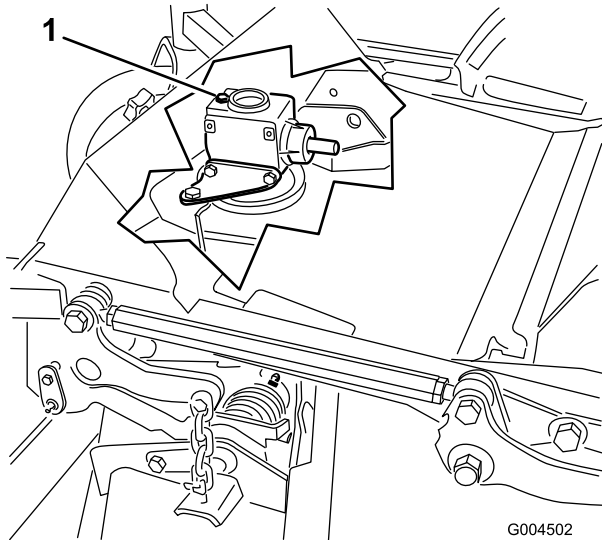

Figure 42
6. Retirez la jauge/le bouchon de remplissage du haut du réducteur (Figure 42) et vérifiez que le niveau de lubrifiant se situe entre les repères de la jauge.
6. Retirez la jauge/le bouchon de remplissage du haut du réducteur (Figure 42).